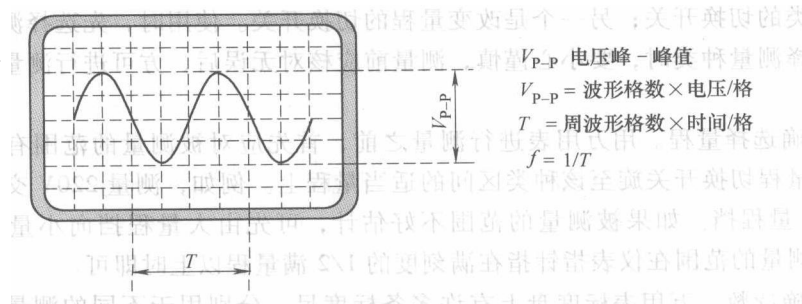

图 1-2 正弦波的测量
(1) 示波器使用前一定要校准, 否则测量值不准确。
(2) 注意电压 (有效值) 峰值与峰-峰值之间的区别。
(3) 电压 (频率) 值不能以信号发生器或电子实训台上的显示值为准, 而应以示波器测量的读数为准。
4. 示波器的读数举例 正弦波的测量, 如图 1-2 所示。将线路按要求接好并检查无误; 将电压格、时间格调至合适位置, 将水平微调、垂直微调旋钮调至最大。将信号发生器调至合适挡位, 通电测量。观察波形, 读出电压的峰-峰值 $V_{p,p}$ 或峰值 V_p , 周期 T , 即